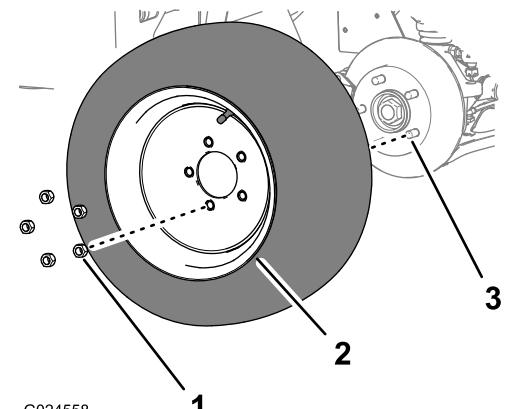

Figura 16
1. Retire las 5 tuercas que sujetan la rueda delantera al cubo de la rueda (Figura 16).
2. Retire la rueda del cubo de la rueda (Figura 16).